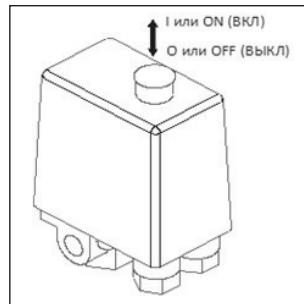

Рис. 6
- Включите компрессор выключателем на реле давления. Для этого необходимо переключить выключатель в положение «I» или «ON» (в зависимости от исполнения) (Рис. 6).
- Проверьте, чтобы выключатель на реле давления находился в выключенном положении «O» / «OFF» (в зависимости от исполнения) (Рис. 6).
• Выключите компрессор выключателем на реле давления. Для этого необходимо переключить выключатель в положение «О» или «OFF» (в зависимости от исполнения) (Рис. 6). После этого остановится электродвигатель и произойдет сброс давления из нагнетательного воздухопровода и поршневого блока.